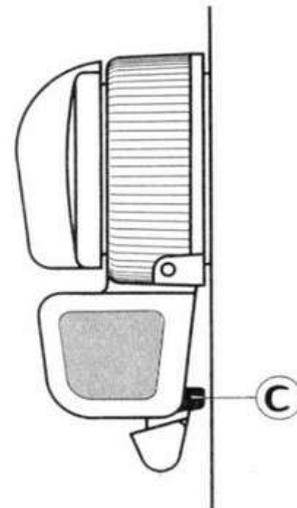
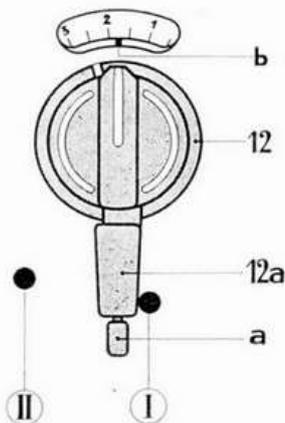

Abb. 31
Abb. 37
3. Hebel a (Abb. 29 und 30) in Pfeilrichtung nach hinten schieben, damit er in die Lage der Abb. 31 zu liegen kommt. Dadurch kommt der Anschlag c (Abb. 31), der die Stichbreite für die Raupe und den Riegel bestimmt, in seine Funktionsstellung.
5. Nachdem man den Anschlag c (Abb. 31) durch Verschieben des Hebels a in Funktionsstellung gebracht hat, faßt man den unteren Teil 12a des Griffknopfes 12, zieht ihn nach vorn und verschwenkt ihn so, daß die Klinke c an den Anschlagstift I zu liegen kommt (Abb. 37). Auf der Skala muß nun die Zahl 1,5 ungefähr dem Markierungsstrich 6 gegenüberstehen.